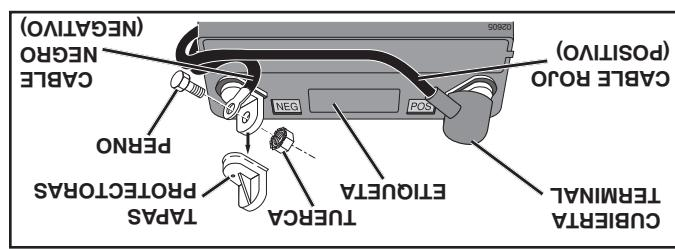

Fig. 1
- CONEXIÓN DE LA BATERÍA (Vea Fig. 1)**